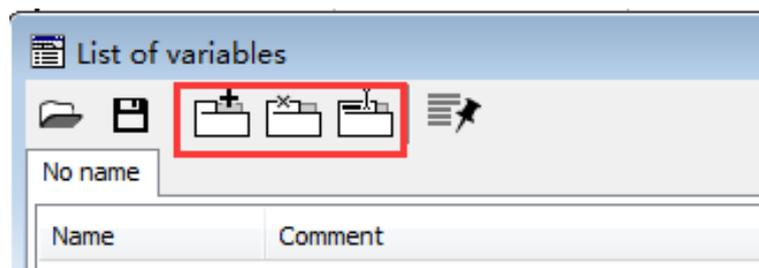

图 004-4
3、在 **List of variables** 界面，如图 004-4 红色框图所示，依次为添加、删除、重命名。